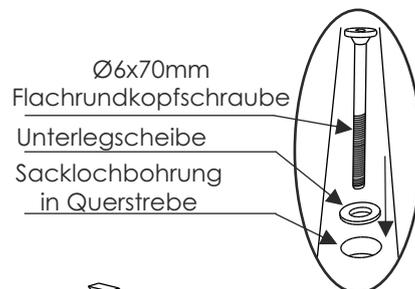

Abb. 3
5. Zur Verstärkung der Bank wird nun eine Querstrebe verschraubt. Positionieren Sie die Strebe entsprechend Abbildung 3 und verschrauben Sie diese mit vier Ø6x70mm Flachrundkopfschraube sowie je einer Unterlegscheibe.
4. Fügen Sie die beiden Gestelle und die beiden Zargen zusammen. Achten Sie darauf, dass die Verbindungsgehäuse zueinander stehen und dass die einzelne Bohrung in der Längskante der Zarge nach oben gerichtet ist. (Abb. 3)